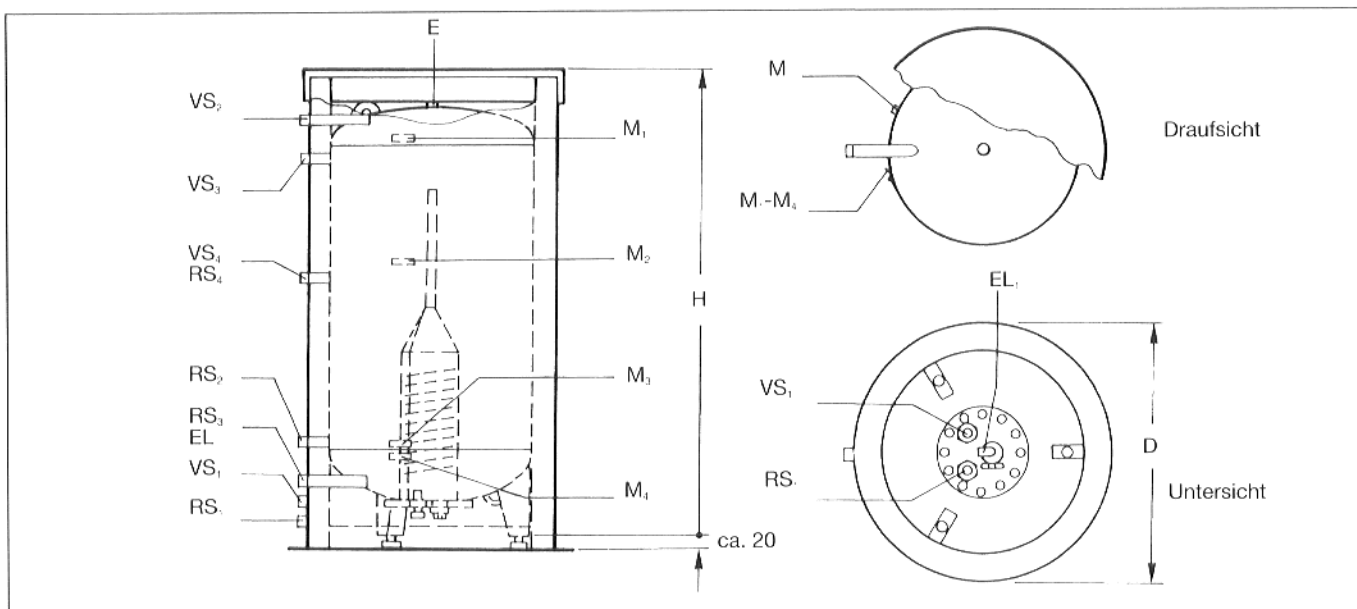

Abb. 1
Der Anschluß VS₁ ist rot, der Anschluß RS₁ ist blau gekennzeichnet (Abb. 1).
Entlüftungsventil in der Muffe R 1/2 (E) ist installiert (Abb. 1).
Hinweis: An der Rückseite der Speicher ist eine Muffe (M) R 1/2 zum bauseitigen Eindichten einer Tauchhülse vorgesehen (Abb. 1).
- Fühler in Tauchhülse (M) an Speicherrückseite montieren (Abb. 1).